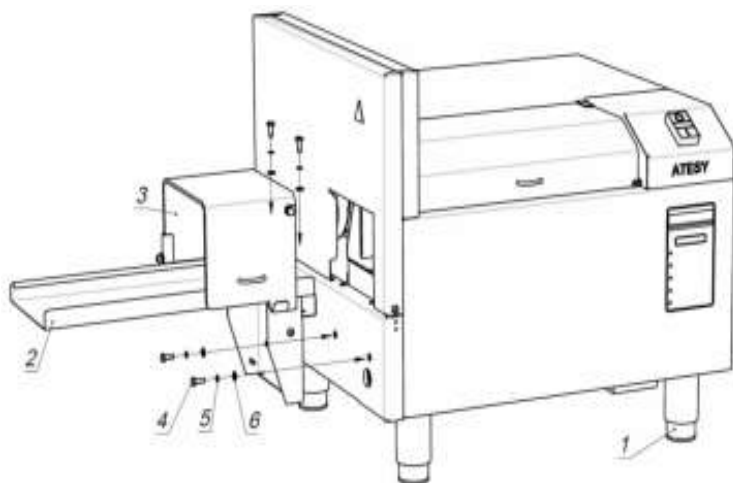
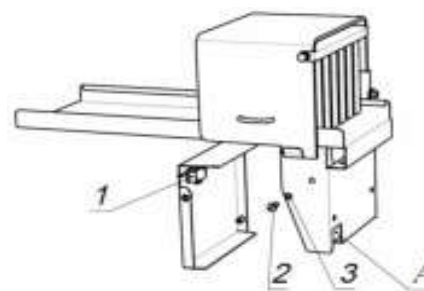
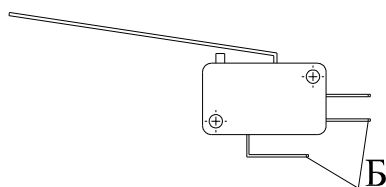

Рис.1
Рис.2
Рис.3
- Вкрутить съёмные части ножек (ноз.1) (рис.1).
- Протянуть провод питания микровыключателя через паз А (рис.2) в платформе (ноз.2) (рис.1) и монтировать наконечники проводов на соответствующие клеммы Б (рис.3).
- Платформу для сбора хлеба (ноз.2) (рис.1) крепить к корпусу хлеборезки при помощи крепежа М6 (болт М6х14, шайба 6, гровер 6) (ноз.4,5,6)- 4шт.
- Крышку с микровыключателем (ноз.1) (рис.2) привернуть к платформе (ноз.2) (рис.1) при помощи крепежа М5 (винт М6х14, гровер 6) (ноз.2,3) -2 шт.
5.2.4. Нарезанный хлеб собирается на платформе. Чтобы взять его необходимо открыть предохранительную крышку (поз.3) (рис.1).